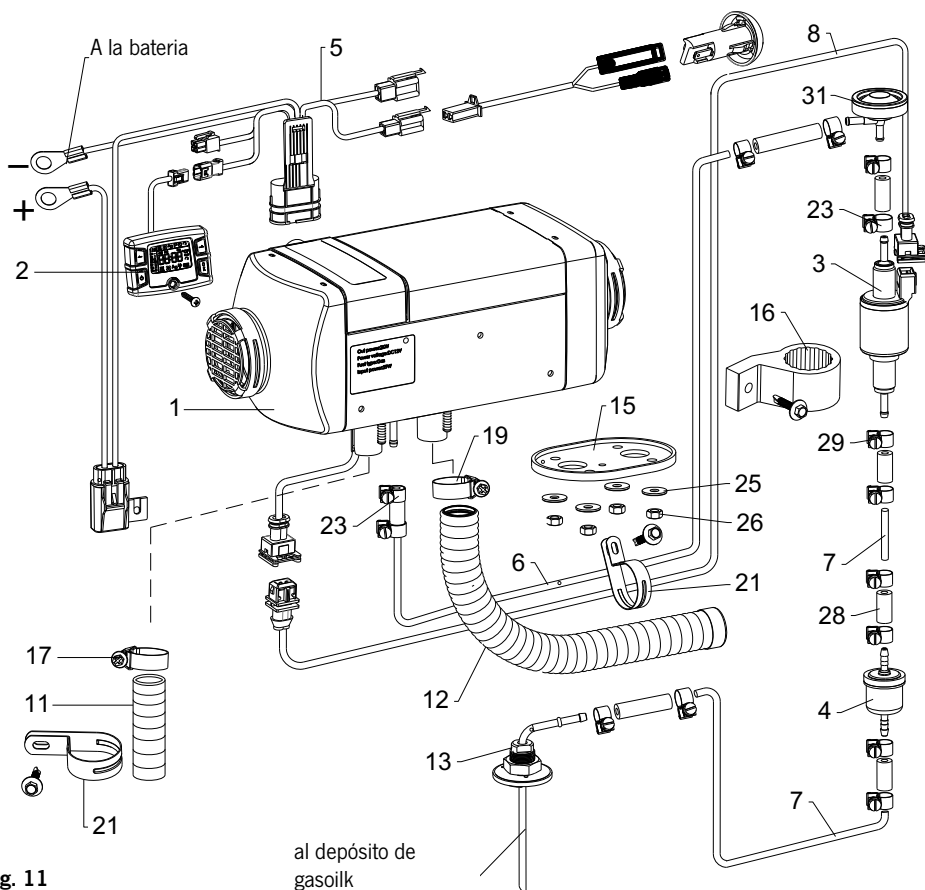

Fig. 11
26. VanHeat 2.0-DH | Información del producto | Lista de piezas de repuesto (véase fig. 11)